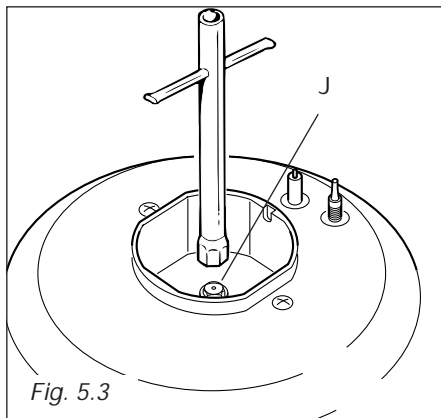

Fig. 5.3
- ✓ Con una chiave fissa sostituire gli ugelli "J" (Fig. 5.3 - 5.4) con quelli idonei per il gas da utilizzare.